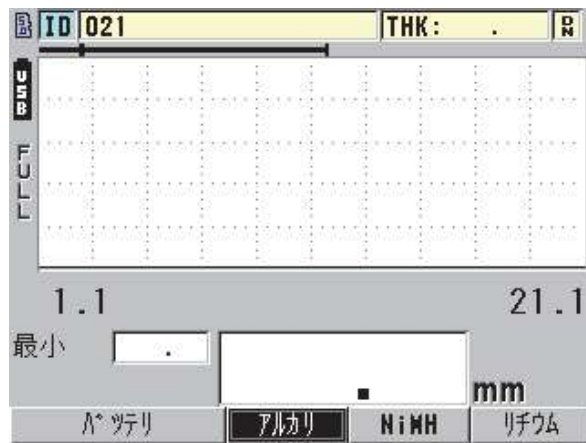

図 2-4 バッテリータイプの選択
12. 画面最下部に表示されている質問に答えるには（29 ページ図 2-4 参照）、次のようにします。